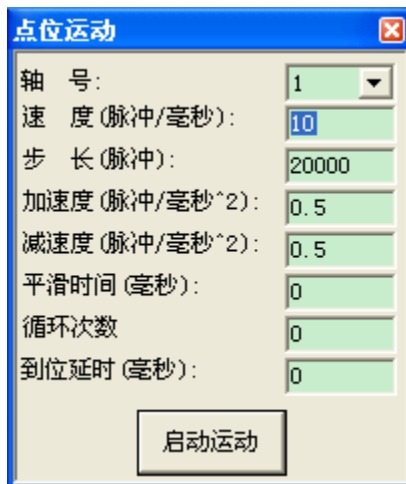

图 4-15 点位运动模块界面
- (1) 请确认控制器与端子板、端子板与驱动器之间已正确可靠地连接。
- (2) 请点击主界面菜单“视图”->“点位运动”，将会弹出点位运动模块对话框。如图 4-15 所示。
- (3) 选择控制轴号。然后输入运动参数，包括速度、步长、加速度、减速度及平滑时间。速度大于零、步长可正可负（正负决定运动方向）、加速度、减速度必须大于零、平滑时间 $[0, 50]$ 。
- (4) “循环次数”为往返的次数，默认参数为 0。以图 4-15 中的参数为例，循环次数为 0 代表，第一轴按照设定的参数向前运动 20000 个脉冲，若循环次数设为 1，则第一轴先正向 20000，然后再负向运动 20000 个脉冲，以此类推。循环次数要大于等于零。
- (5) 点击“启动运动”，此时电机开始运动。